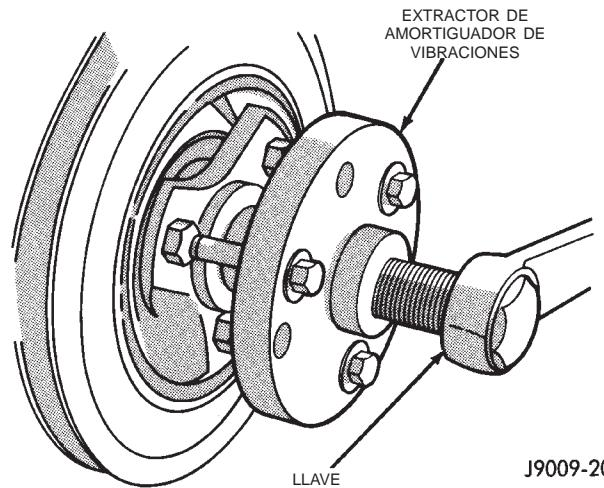

Fig. 38 Extractor de amortiguador de vibraciones 7697
- (1) Desconecte el cable negativo de la batería.
(2) Retire la correa de transmisión en serpentina y la cubierta del ventilador.
(3) Retire el perno de retén y la arandela del amortiguador de vibraciones.
(4) Con el extractor de amortiguador de vibraciones 7697, retire el amortiguador del cigüeñal (Fig. 38).